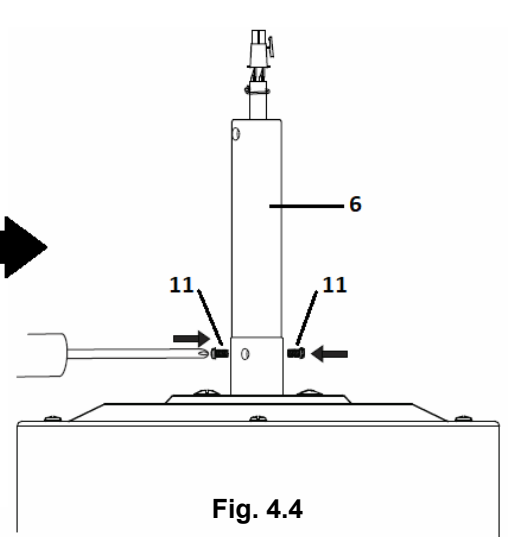

Fig. 4.4
5. Apriete el juego de tornillos (11) para asegurar la tija (6). (Fig. 4.4)